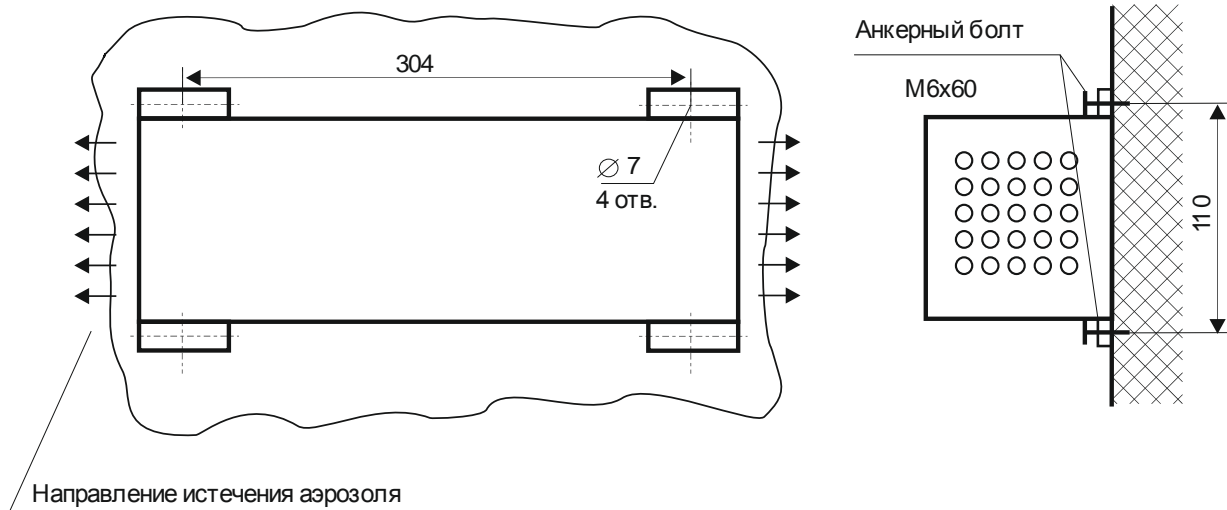
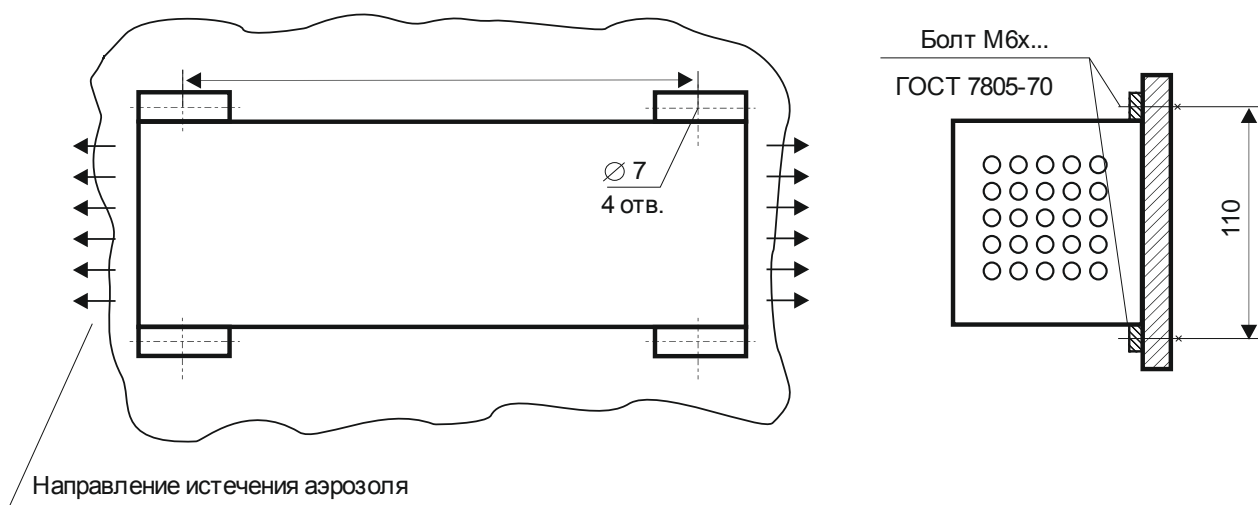
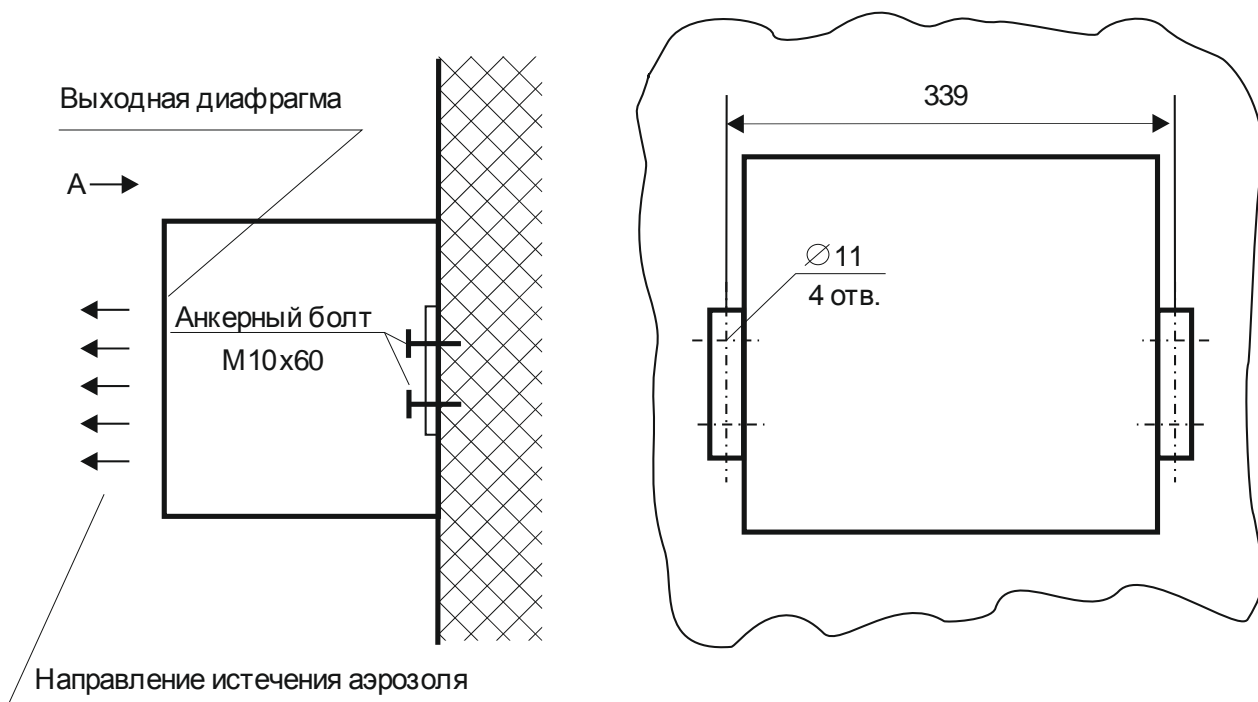
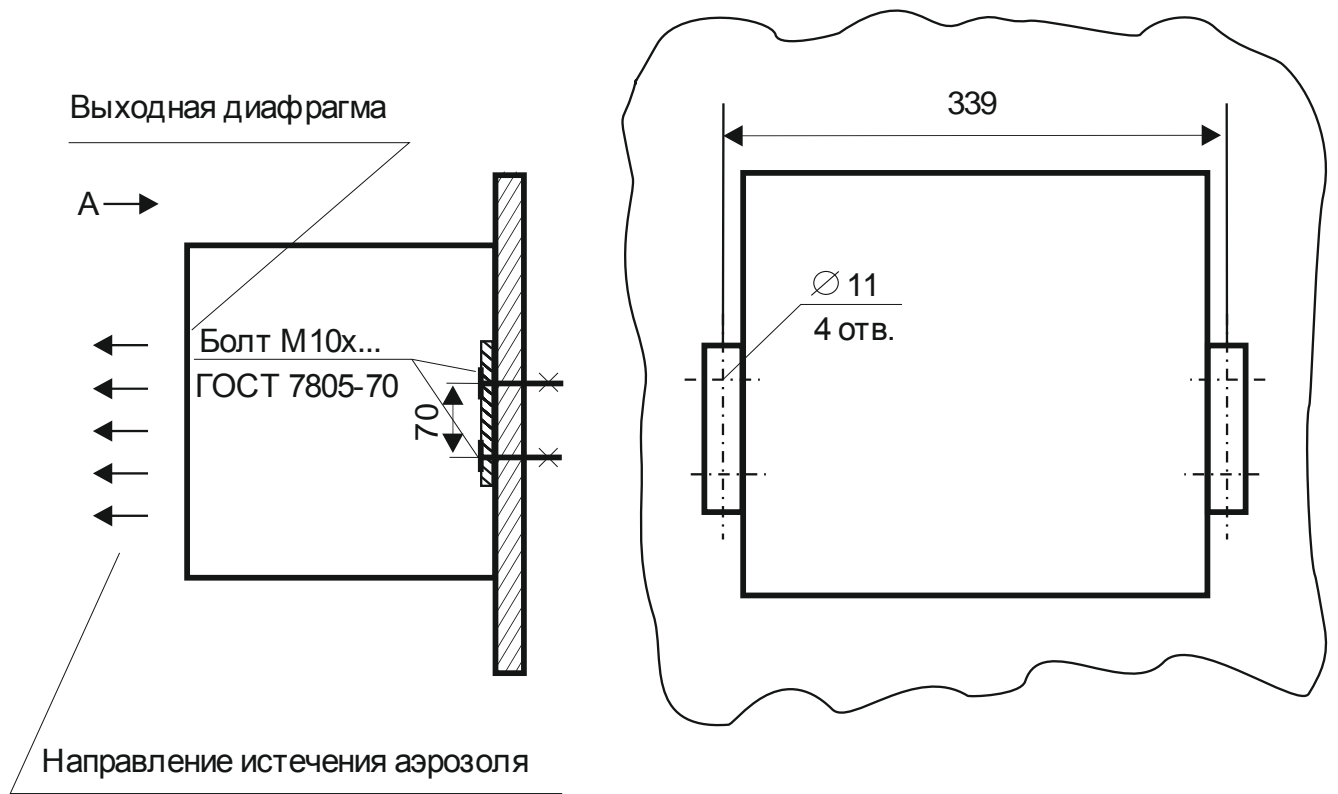

Рис. 5.
Рис. 6.
Рис. 7.
Рис. 8.
4). В огнетушителях одностороннего истечения аэрозоля (МАГ-2 МАГ-2М, МАГ-3, МАГ-3П, МАГ-5/1, МАГ-5/1М) хомут располагать по центру корпуса. Крепление МАГ–4У может осуществляться на объекте непосредственно к поверхности стены при помощи анкерных болтов (см. рис.5) или по месту на специальных кронштейнах (см. рис.6). Крепление МАГ–13У может осуществляться на объекте непосредственно к поверхности стены при помощи анкерных болтов (см. рис.7) или по месту на специальных кронштейнах (см. рис.8). Для крепления на объекте ГОА МАГ-17 снабжены узлом крепления.